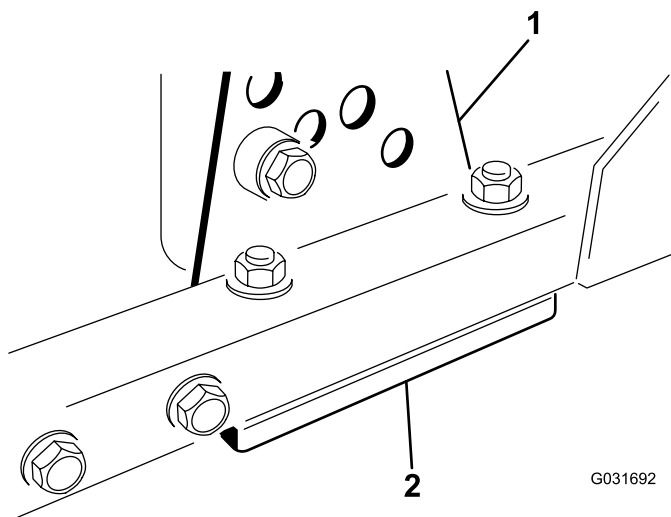

Figura 100
1. Retire el soporte de altura de corte (delantero, izquierdo o derecho) del bastidor de la carcasa (Figura 100).
2. Coloque suplementos de 1.5 mm (0.060") y/o 0.7 mm (0.030") entre el bastidor de la carcasa y el soporte hasta lograr el ajuste de altura deseado (Figura 100).